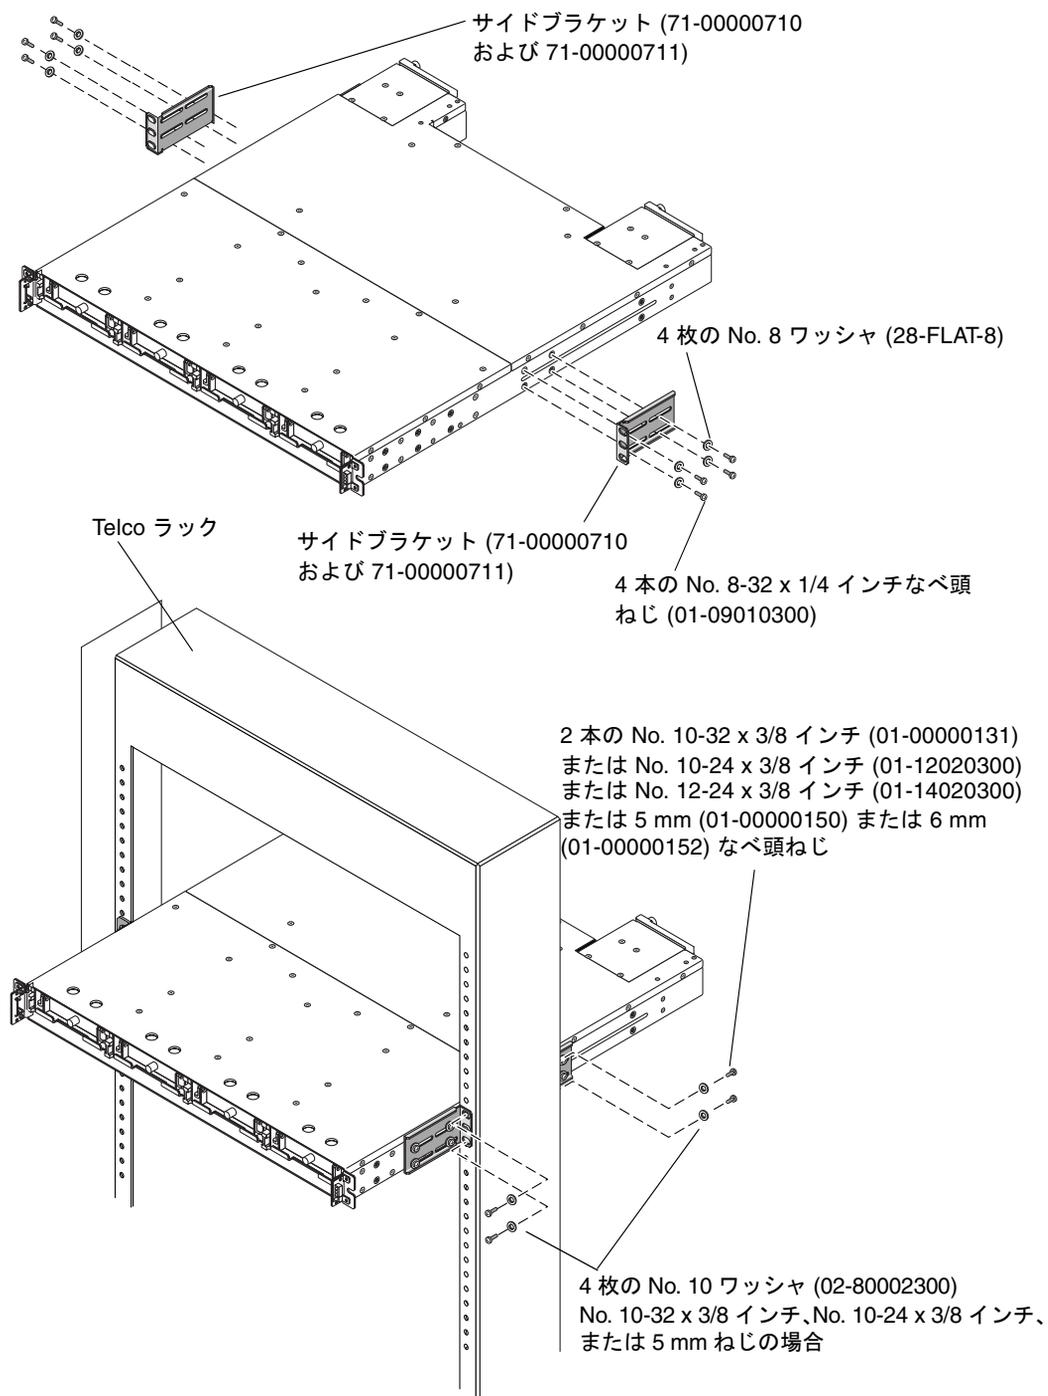

図 3-3 重心型の組み立て
Telco 重心型ラックを構成するには、次の取り付け手順に従います (図 3-3 を参照)。
5. 8 本以上のねじをブラケット両側にあるマウント用の穴からフレームに差し込むことにより、シャーシを Telco ラックに取り付けます。図 3-3 を参照してください。